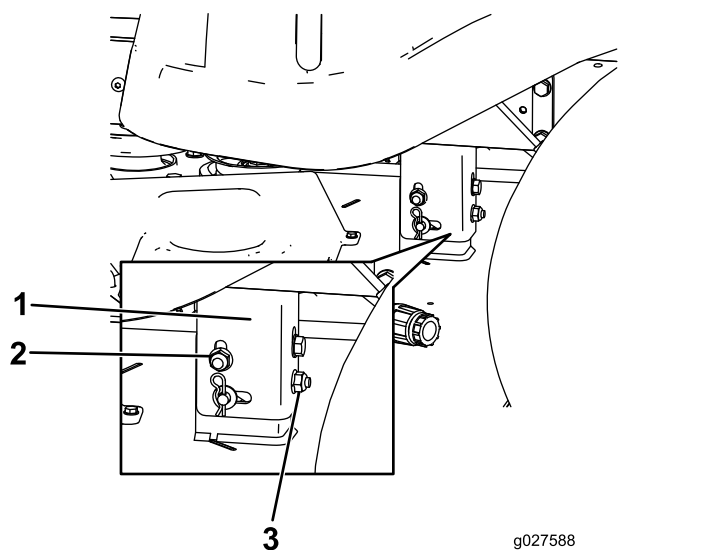

Figure 58
8. Élevez ou abaissez le côté gauche du tablier de coupe en tournant l'écrou arrière (Figure 58).
Remarque: Tournez l'écrou arrière dans le sens horaire pour élever le tablier de coupe ou dans le sens antihoraire pour abaisser le tablier. (Figure 58).